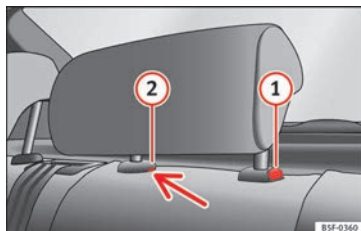

Abb. 144 Hintere Kopfstütze in der Mitte: Entriegelungsstelle.
- Drücken Sie die Taste **1** » **Abb. 144**, und gleichzeitig mit einem Schlitzschraubendreher (Breite max. 5 mm) in die Öffnung der Verriegelung **2** » **Abb. 144** und ziehen Sie die Kopfstütze heraus.